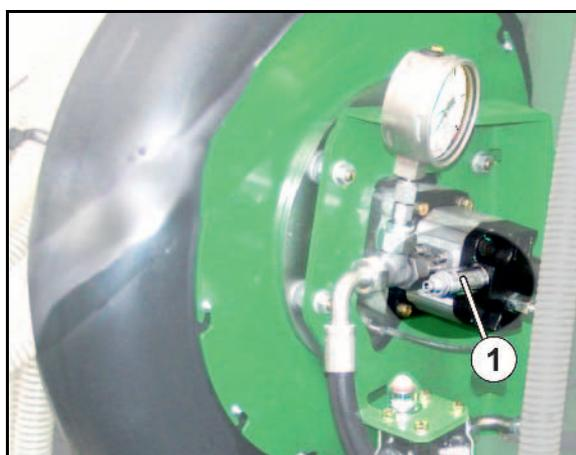

Fig. 92
4. Dispensado de abono: Colocar la tolva de dispensado debajo del dosificador de abono (Fig. 92).